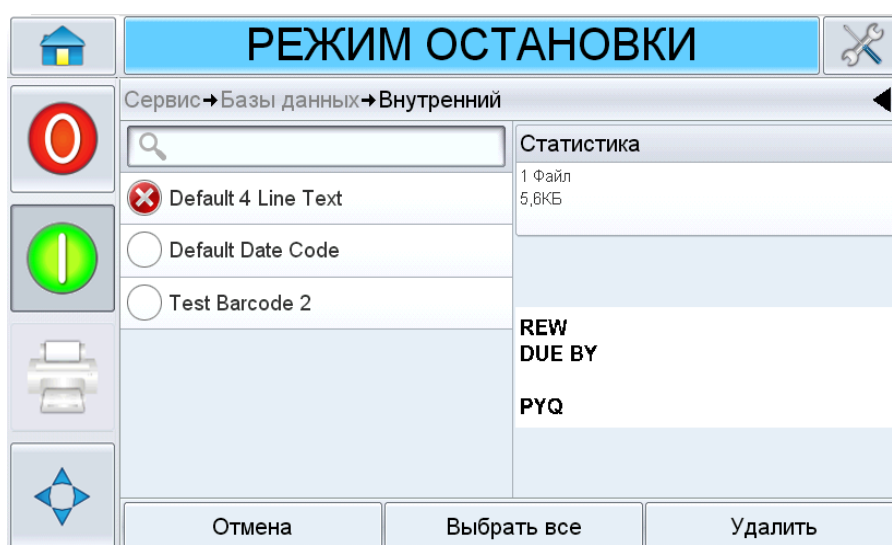

Рис. 6-12: Окно удаления из базы данных
3. Отображается экран перечня заданий (Рисунок 6-12). Эта страница содержит список всех имеющихся заданий на печать вместе с информацией об имеющемся свободном объеме памяти для хранения новых заданий.